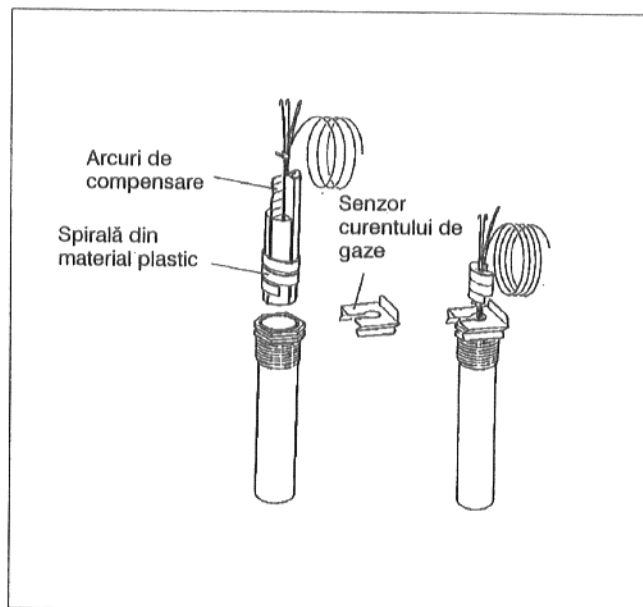

Fig. 43
- Senzorul de temperatură se va introduce până la capăt în mașonul de imersie (locul de măsurare), (Fig. 43). Spirala din material plastic se împinge automat înapoi. Arcurile de compensare trebuie introduse în mașonul de imersie.
- Siguranța senzorului (livrată în pachetul cu aparatul de reglare) se va apăsa lateral sau de sus pe capul mașonului de imersie (Fig. 43).